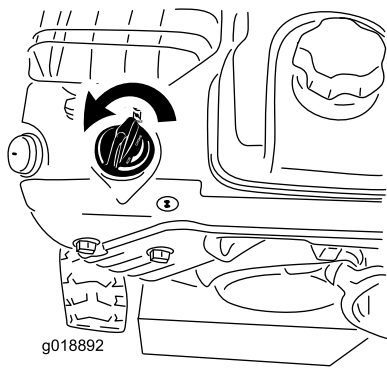

Figure 23
5. Tournez la commande de starter à la position STARTER SÉLECTIONNÉ (Figure 23).